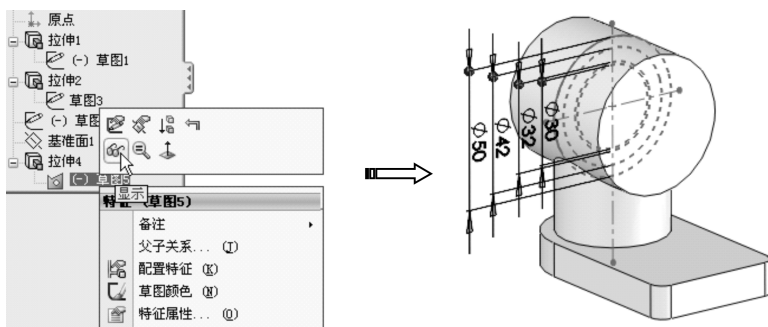

图 1-79 显示草图
- 07 在特征管理器设计树中将第1个拉伸特征的草图设为【显示】，图形区中显示草图，如图1-79所示。